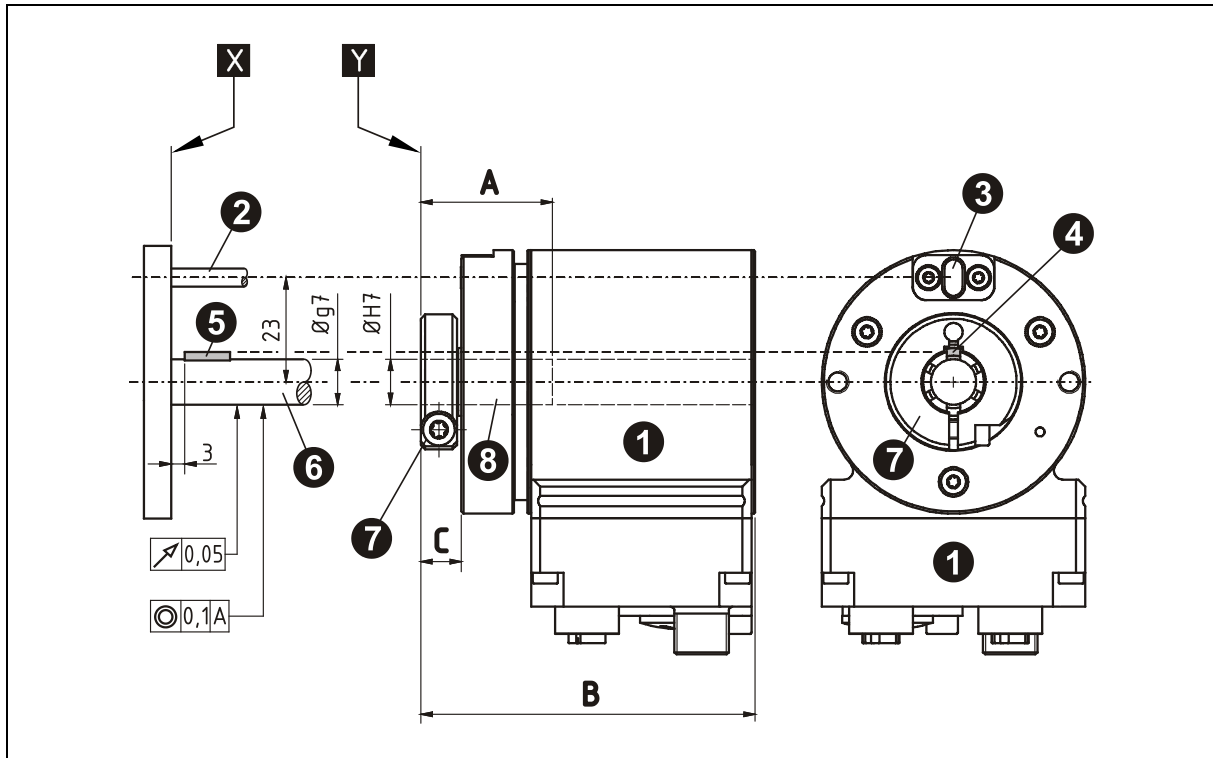

Figura 10: Installazione con perno di regolazione e inserto per scanalatura, rappresentazione schematica
- Il sistema di misura viene fissato con un perno di regolazione sul lato di azionamento; vedere Figura 10.
- Il perno di regolazione deve sporgere di almeno 4 mm nell'inserto per scanalatura, per massimo 5,5 mm. La distanza dalla flangia del sistema di misura **Y** alla superficie **X** dell'impianto del cliente deve essere $> 1,5$ mm; vedere Figura 10.